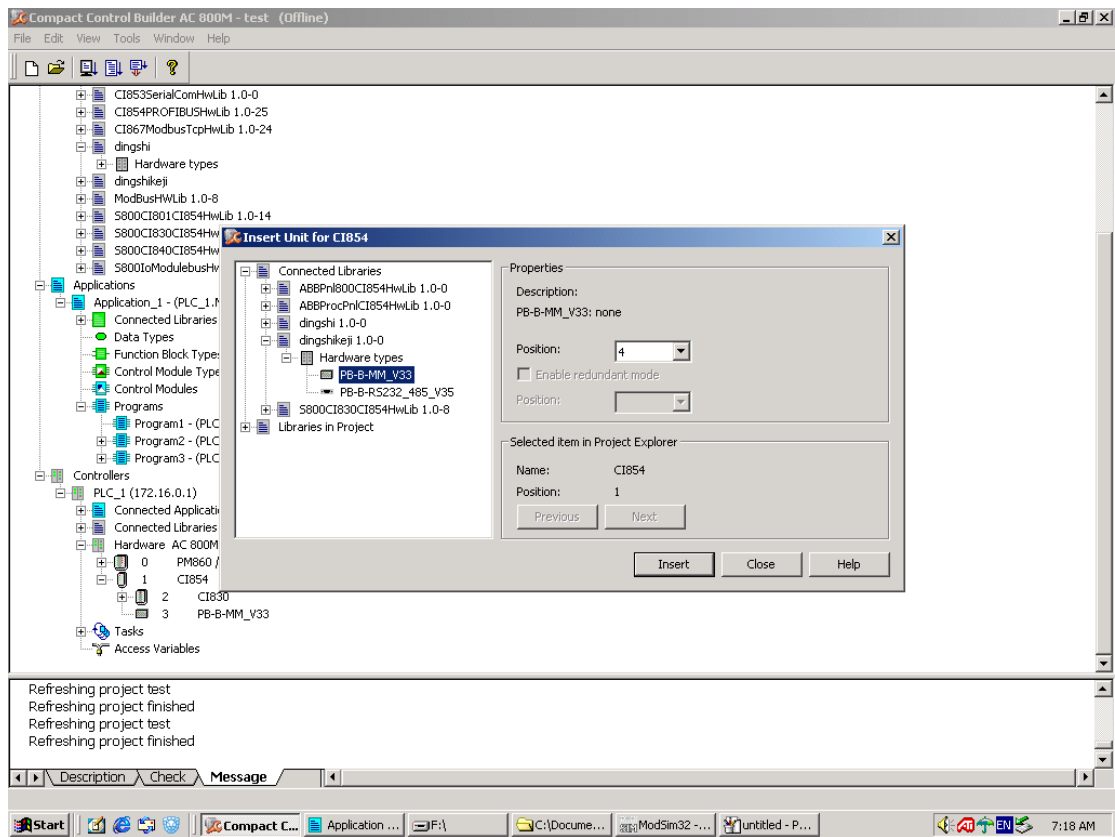

图 2-1
1、在目录 controllers 下 hardware AC800M 中插入 CI854 控制单元，在此插入 PB-B-MODBUS，位置为 4（DP 站地址）与总线桥的硬件旋钮对应。如图 2-1 所示